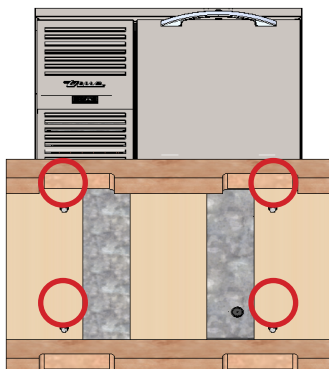

Abb. 4 Transportschrauben
3. Entfernen Sie mit einem verstellbaren Schraubenschlüssel alle Transportschrauben, mit denen die Holzpalette an der Unterseite des Schrankes befestigt ist. Siehe Abb. 4.